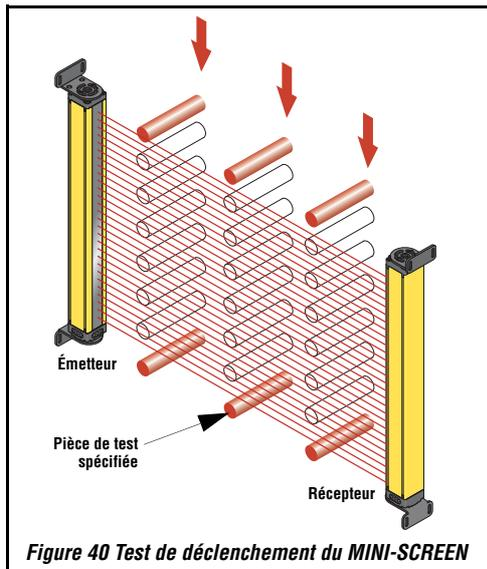

Figure 40 Test de déclenchement du MINI-SCREEN
- 6) En se référant à Figure 40 en page 42, faire passer lentement la *pièce de test*, de haut en bas, en trois points de la zone de détection :